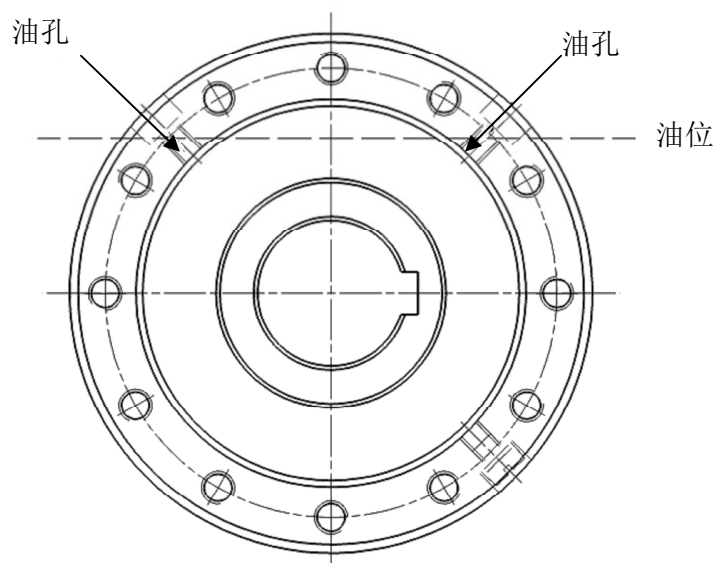

图3
离合器初次运行前必须检查油位。(如图3)。
- 转动离合器的外环，使其中的两个油孔位置朝上并与中心线成 45° 角（如图 3 所示）。